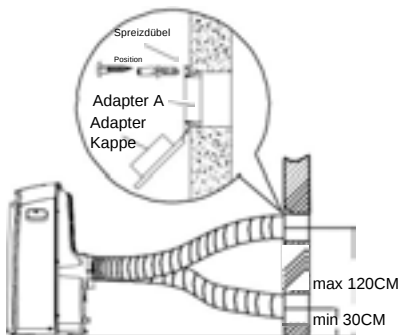

Abb.18
1. Bereiten Sie ein Loch in der Wand vor. Installieren Sie den Wandauslass-Adapter A an die Wand (von aussen) unter Verwendung von 4 Spreizdübeln und Holzschrauben, um sicher zu sein, dass er fest sitzt. (Siehe Abb.18)